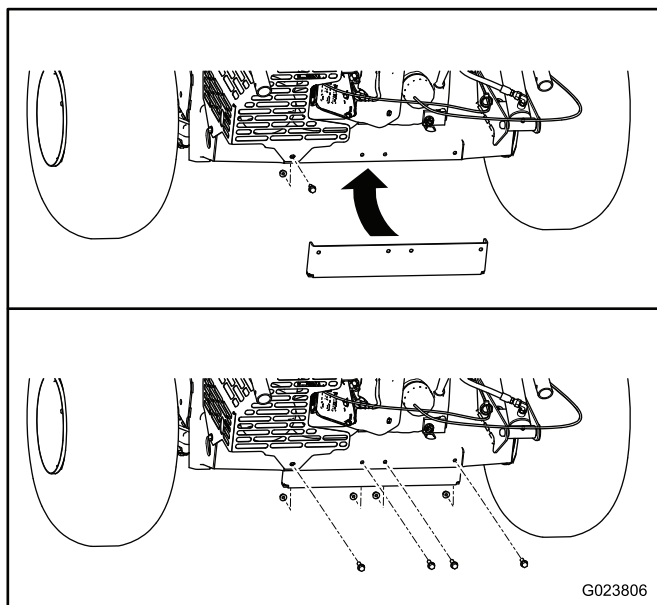

図 16
1. マフラーシールドを機体後部に固定しているナットとボルトを外す 図 16。
3. フレームブラケットをボルト5/16 x 1 インチ4本とフランジナット5/16 インチ4個で固定する 図 16 を参照。